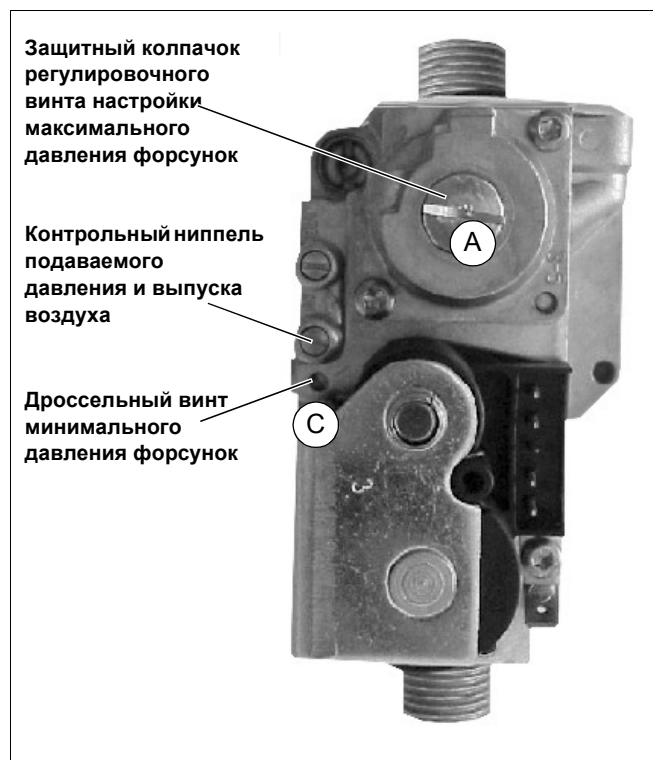

Рис. 40 Газовая арматура
- Открутить запорный винт контрольного ниппеля подаваемого давления (рис. 40) на газовой арматуре и подключить U-образный манометр.
- Снять U-образный манометр и крепко закрутить ниппель для измерений запорным винтом (рис. 40).
- Снять защитный колпачок газовой арматуры (рис. 40, **поз. А**, страница 39). Полностью закрутить регулировочный винт (рис. 42, **поз. В**) настройки максимального давления.
- Вновь установить защитный колпачок (рис. 40, **поз. А**, страница 39).
- Снять защитный колпачок газовой арматуры (рис. 40, поз. А, страница 39).
- Вновь установить защитный колпачок (рис. 40, поз. А, страница 39).
Подключить U-образный манометр к ниппелю для измерения давления на форсунках, расположенный на газовой арматуре (рис. 40, стр. 39), перевести водонагреватель в режим отопления и выполнить следующие действия: